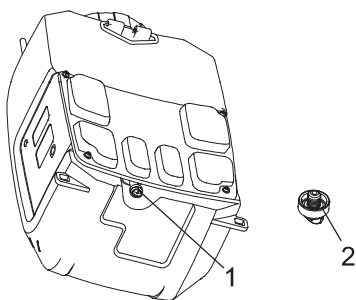

Figura 15
4. Desatornille la tapa roja para abrir el agujero de entrada de agua, a continuación conecte el agujero al grifo de agua. Asegúrese de que el anillo-O está colocado dentro de la tapa roja. Consulte la figura 15.